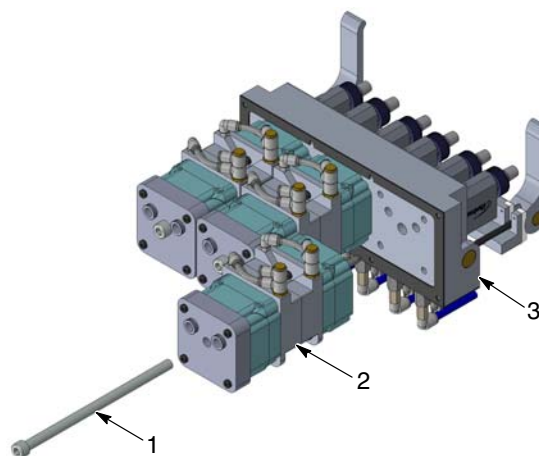

Figura 2 Scoaterea blocului sifon din colector
1. Vezi Figura 2. Deșurubați șurubul cu cap tubular (1) pentru a scoate blocul sifon (2) din colectorul pompei (3). Fixați șurubul cu cap tubular pentru reasamblare.
**NOTĂ:** Blocul sifon (2) poate fi scos din colectorul pompei (3) în timp ce ansamblul este încă fixat la centrul de alimentare.
8. Vezi Figura 2. Folosind o cheie Allen de 8 mm, introduceți șurubul cu cap tubular (1) în partea inferioară a ansamblului blocului sifon (2) pentru a-l fixa pe colectorul pompei (3).